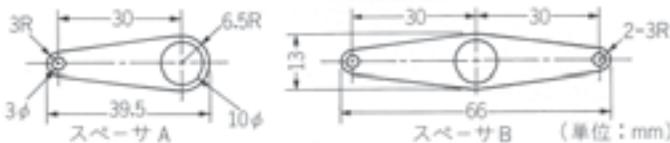

図4-3-3 スペースAの加工
- ③ スペースはガラス・エポキシ板（銅箔のない基板）で作りましたが、アクリル板でも使用可能です（図4-3-3参照）。